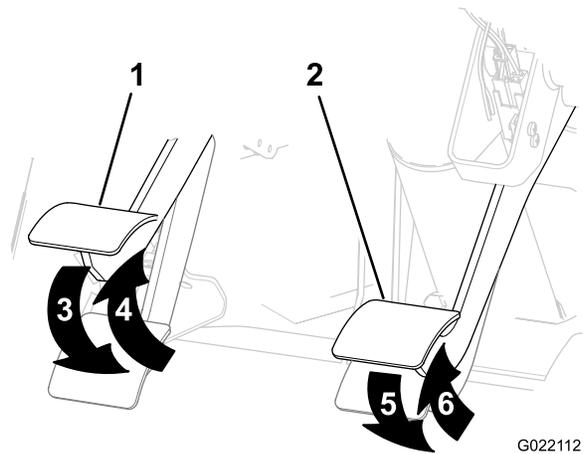

Bild 18
- A. Betätigen Sie das Kupplungspedal (Bild 18).
- B. Lassen Sie das Kupplungspedal kommen (Bild 18).
- A. Betätigen Sie das Bremspedal (Bild 18).
- B. Lassen Sie das Bremspedal los (Bild 18).